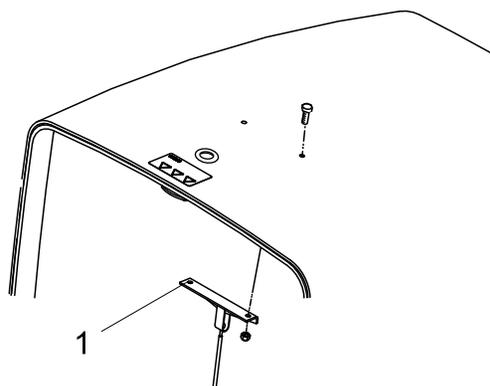

Рисунок 4
- Снимите и удалите в отходы два винта и две гайки, которые крепят кронштейн троса капота к нижней части капота (Рисунок 4).